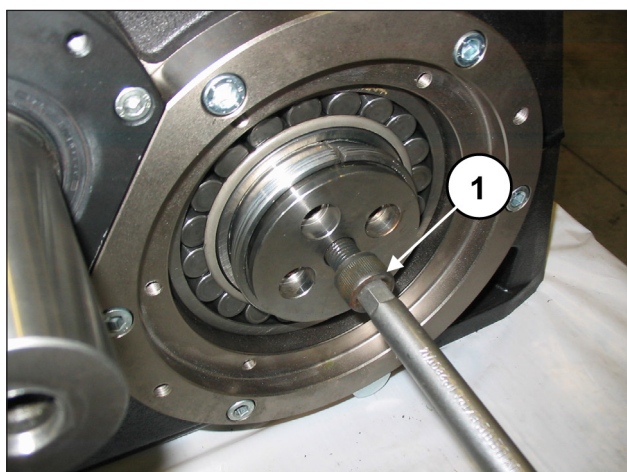

Fig. 79
Aplicar un tornillo M16 con la longitud adecuada (35-40 mm) en el orificio M16 del eje acodado y atornillarlo hasta que la brida se apoye en el casquillo (pos. ①, Fig. 79). **No apretar el tornillo.**